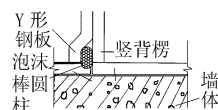

图 3 柔性止水母口
(6) 钢制大模板的子母口由现在比较普遍的硬接改为硬接和柔性封堵相结合,在母口处开槽加装泡沫条以封闭子母口的接触缝隙,有效提高了防漏浆效果。如图 3 所示。